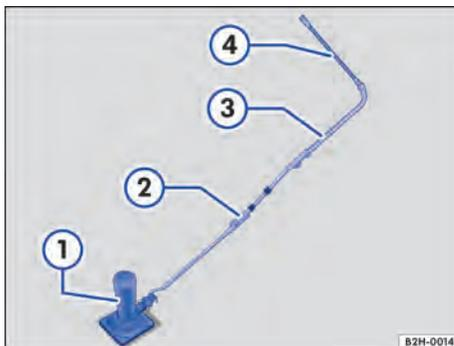

Fig. 204 Macaco com extensor.
1. Rebater a alavanca de extensão → Fig. 204 ② das ferramentas de bordo, desdobrando-a.
2. Enganchar a alavanca de extensão no macaco → Fig. 204 ①.
3. Colocar a chave de caixa → Fig. 204 ③ sobre a alavanca de extensão.
4. Colocar a chave de roda → Fig. 204 ④ sobre a chave de caixa.